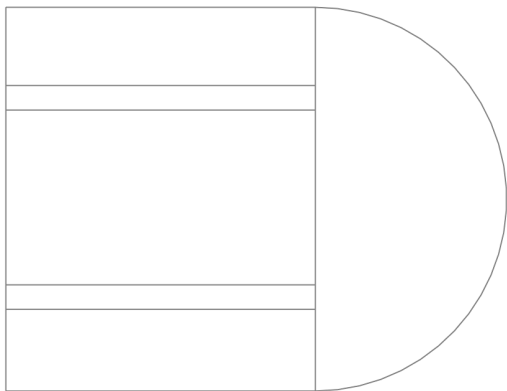

图 2-69 创建偏距草图对象
(5) 执行操作后，即可创建偏距草图对象，退出草图绘制环境，效果如图 2-69 所示。